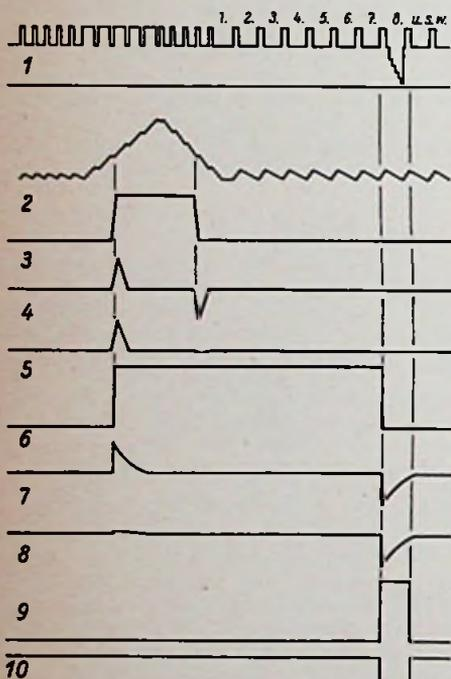

Bild 1. Impulsfahrplan für das Hellstastgerät (Impulse nicht maßstäblich dargestellt)
Bild 1 zeigt den Impulsfahrplan des Hellstastgerätes. In der Schaltung Bild 2 wird der integrierte Vertikalimpuls (2) der Röhre 1 zur Begrenzung zugeführt2). Er steht in positiver Polarität an der Katode. Mit dem Potentiometer R 3 kann das Begrenzungsniveau der angelieferten Impulse angepaßt werden. C 2 und R 4 differenzieren den Impuls (3) und die Diode D 1 kappt die negative Spitze ab. Es bleibt der Impuls (5) übrig, der den aus den Röhrensystemen R 2 a und R 2 b gebildeten Phasenschieber ansteuert.
2) Die in Klammern stehenden Zahlen beziehen sich auf die Impulsdarstellungen in Bild 1.